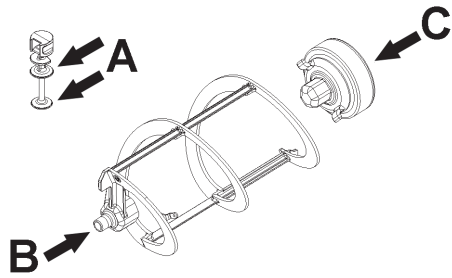
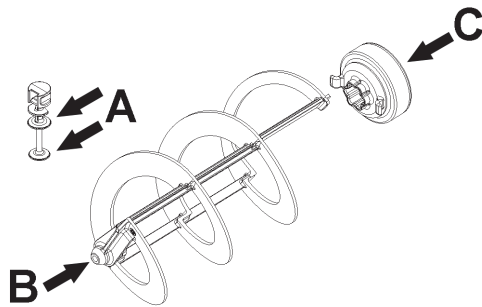

figure 16
figure 17
2 Lubrifier le piston du robinet, le joint hexagonal et le mélangeur aux points indiqués dans la (voir figure 16) (B-Frozen 6) o (voir figure 17) (B-Frozen 10). Utiliser uniquement la graisse fournie avec la machine ou une autre **graisse**
- 3** Remettre le robinet en place sur le bac en effectuant les opérations de la (voir figure 16) (voir figure 17) en sens inverse.